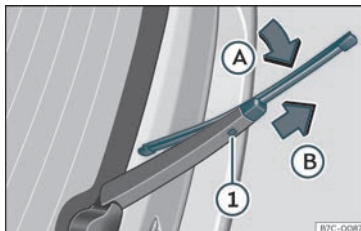

Fig. 38 Canvi de l'escombreta del vidre posterior.
- Roteu l'escombreta lleugerament »» fig. 38 (fletxa A).
- Mantingueu pressionada la tecla de desbloqueig ① mentre tibeu l'escombreta en el sentit de la fletxa B.
- Inseriu al braç eixugavidres posterior una escombreta nova de la mateixa longitud i tipus, en sentit contrari a la fletxa B fins que encasti la tecla ①.